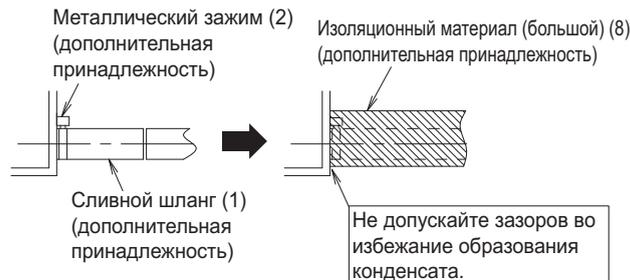
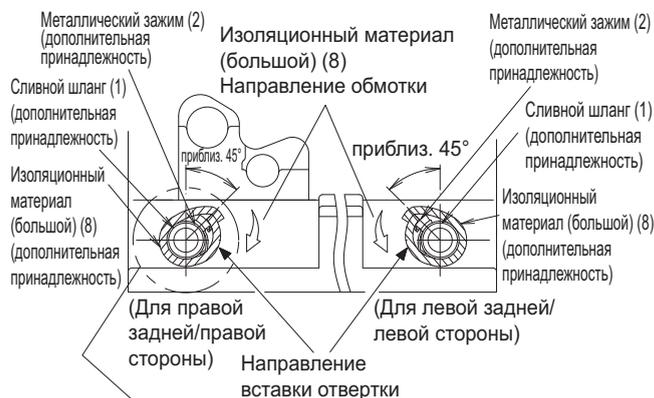

Рис. 24
Рис. 25
- Следует использовать сливной шланг (1) и металлический зажим (2), имеющиеся в комплекте. Также вставьте сливной шланг (1) в основание дренажного гнезда и плотно закрепите его металлическим зажимом (2). (См. рис. 24 и рис. 25) (Устанавливайте металлический зажим (2) таким образом, чтобы место соединения зажима находилось под углом 45°, как показано на рис. 25.) (Запрещается закреплять сливной шланг на дренажном гнезде. В противном случае техническое обслуживание и осмотр теплообменника и других компонентов будет невозможно.)
- Загните конец металлического зажима (2), чтобы изоляционный материал не образовывал выпуклость. (См. рис. 25)
- При выполнении изоляции наматывайте имеющийся в комплекте изоляционный материал (большой) (8) от металлического зажима (2) и сливного шланга (1) в направлении, указанном стрелкой. (См. рис. 24 и 25.)